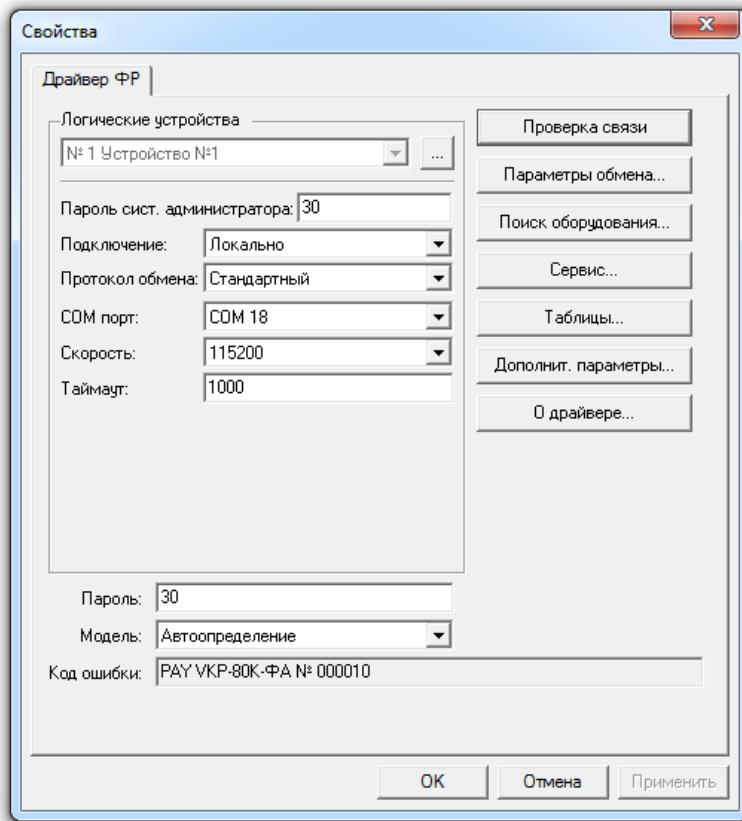

Рисунок 58
- 6.3.1 Запустите «Тест Драйвера ФР». Выбор СОМ-порта осуществите в соответствии с конфигурацией компьютера (Рисунок 58).